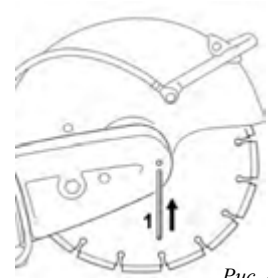

Рис. 4
- Вставьте стержень (1) через отверстие в ременную защиту (рис. 4).
- При помощи комбинированного ключа ослабьте и выкрутите шестигранный болт (2)
- Снимите с вала переднюю напорную шайбу (3) и диск.